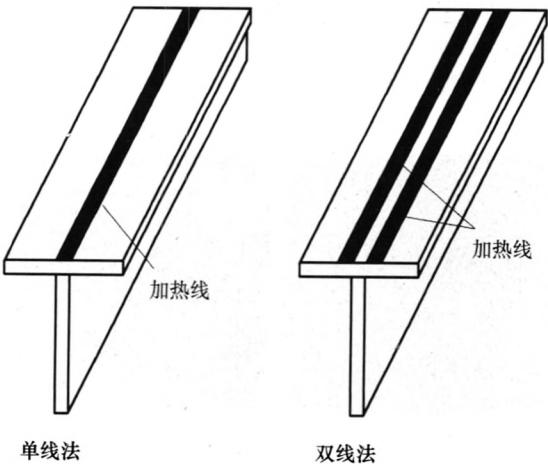

图 6
(1) 多道焊时，每焊完一层后，锤击焊道表面释放残余应力，但打底层和盖面层除外。
(2) 针对“瘦马”变形，采用线状加热。即在骨架背面加热，先弹出双条位置线对准焊缝根部（焊角根部热影响区内），注意温度严格控制在500~600℃，以微红为宜，要用烘枪，不允许用割刀，速度要均匀，不能过烧，校正时注意观察甲板反面板材弯曲变化。可先直接加热骨架背面（单线法），也可加热骨架背面的两侧（双线法），待主要变形消除后，再在不平处补加线状加热，如图6所示。